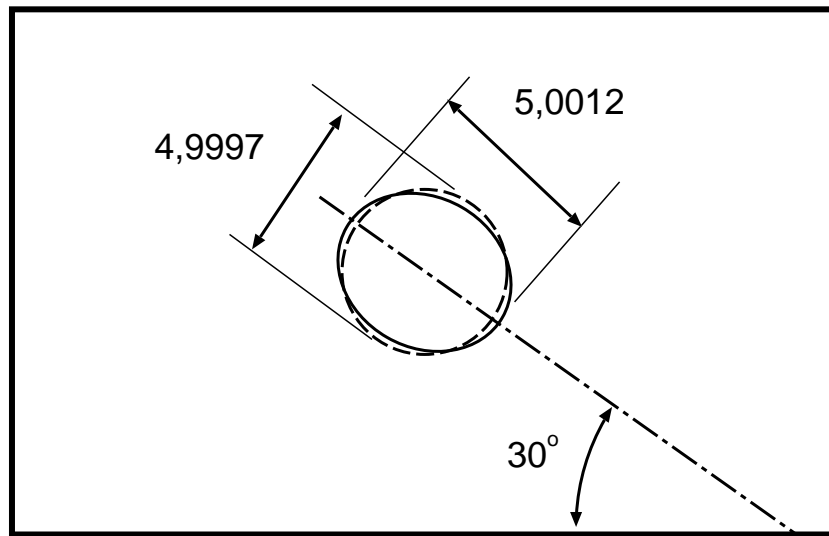

Figura 1: Placa contendo um furo, cujas dimensões reais estão representadas.
2 . Considere a placa fina representada na Figura 1. Um pesquisador fez um furo nessa placa com uma broca de diâmetro 5 mm (círculo tracejado). Após isso ele mediu as dimensões reais do furo, que estão representadas na figura. Usando esses dados, estime o estado de deformação que existia na placa antes do furo, no referencial da placa e desenhe o círculo de Mohr correspondente.
2. Usando as dimensões dadas no Figura 1 determinamos as duas das deformações principais no plano da chapa, que chamaremos de ε_1 e ε_2 , há ainda uma terceira deformação principal, que é perpendicular ao plano da chama, nós a denominaremos ε_3 e a manteremos